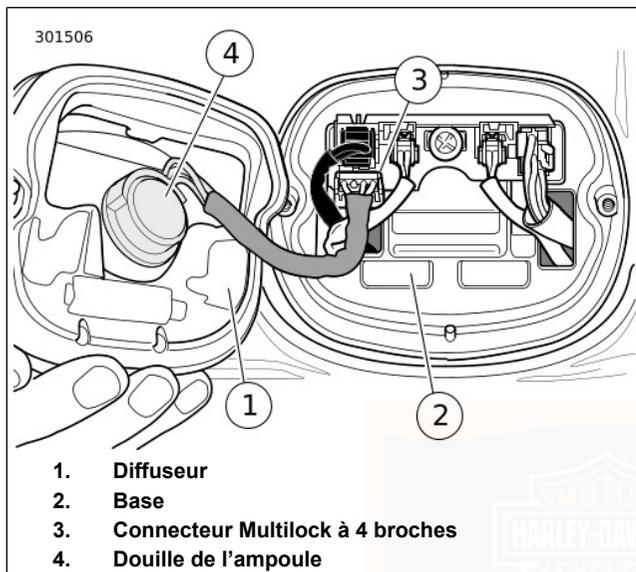

Figure 67. Ensemble du feu arrière
2. Voir Figure 67. Déconnecter le connecteur du feu arrière (3).
3. Tourner la douille d'ampoule (4) de 1/4 de tour dans le sens antihoraire et la retirer de l'ensemble de feu arrière. Tirer l'ampoule de la douille.
2. Insérer la douille (4) dans l'ensemble de feu arrière et la tourner 1/4 de tour dans le sens horaire.
3. Voir Figure 67. Brancher le connecteur de feu arrière (3).